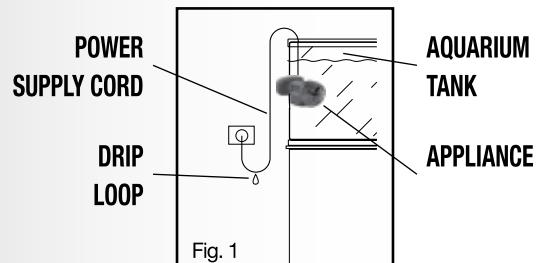

Fig. 1
A "drip-loop" (fig. 1) should be arranged by the user for each cord connecting an aquarium appliance to a receptacle. The "drip-loop" is the part of the cord below the level of the receptacle or the connector if an extension cord is used, which prevents water travelling along the cord and coming in contact with the receptacle.
- 4) Afin d'éviter que l'appareil ou la prise de courant soient mouillés, installer le support pour aquarium et le bac à côté d'une prise de courant pour empêcher l'eau de dégouter sur la prise. L'utilisateur devrait faire une boucle d'égouttement (fig. 1 DRIP LOOP) pour chaque cordon électrique branché d'un aquarium à une prise de courant. Une boucle d'égouttement est la partie du cordon se trouvant sous la prise de courant ou le raccord si une rallonge électrique est utilisée, afin d'empêcher l'eau de circuler le long du cordon électrique et d'être en contact avec la prise de courant. Si la fiche ou la prise de courant sont mouillées, NE PAS débrancher le cordon électrique. Débrancher d'abord le fusible ou disjoncteur qui fournit l'électricité à l'appareil et débrancher ensuite l'appareil en vérifiant qu'il n'y a pas d'eau dans la prise.